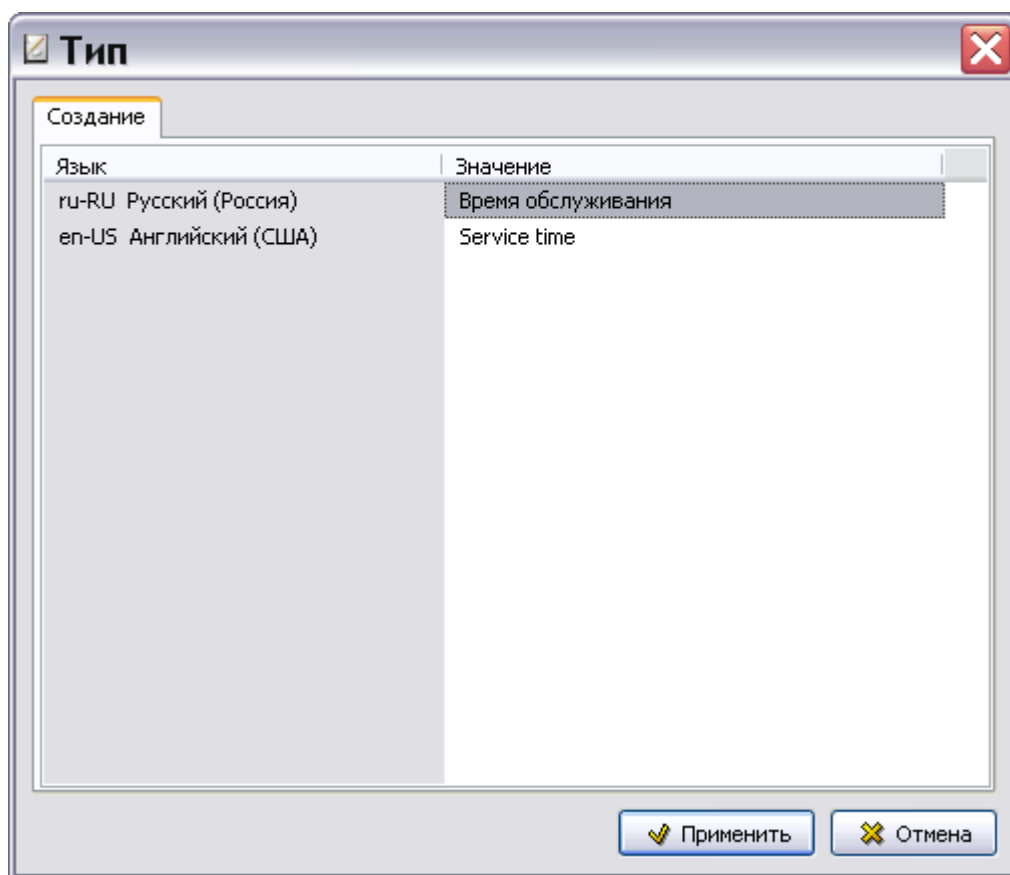

Рис. 3.119
- Нажатие на кнопку **Добавить**  приводит к открытию окна **Тип**, в которое вводится название нового типа единиц измерения на всех языках проекта (Рис. 3.119).